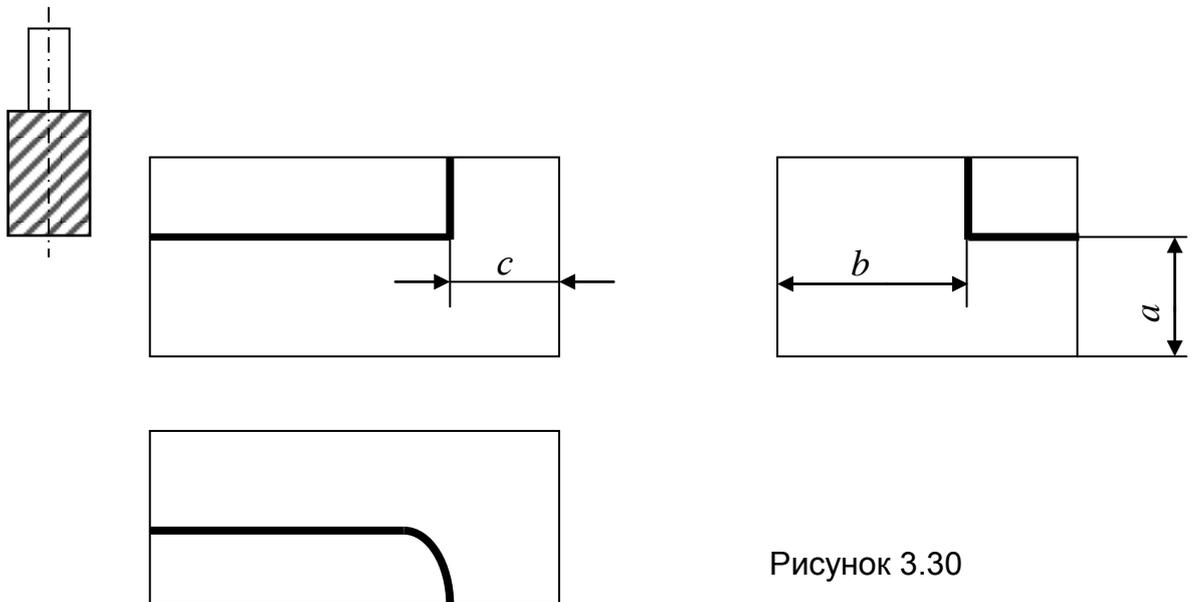

Рисунок 3.30
7. Указать комплект технологических баз, необходимый для обеспечения требуемой ориентировки заготовки (рисунок 3.30).